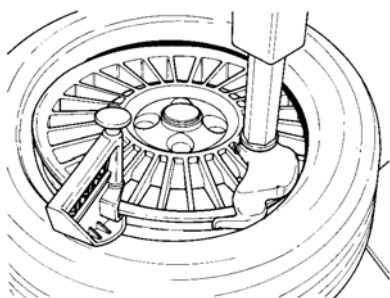

Fig. 4.2-4
C. Monte el talón superior siguiendo las indicaciones en la sección B. Con ruedas de bajo perfil, la mordaza de sujeción del talón (opción EAA0247G70A Fig. 4.2-4) puede ayudar a evitar que el talón superior se sienta prematuramente durante el ciclo de montaje.
Siga estas instrucciones usando la mordaza de sujeción del talón (Fig. 4.2-4).
- Coloque la mordaza del talón #EAA0247G70A para sujetar el talón del neumático en el centro de la llanta (Fig. 4.2-4).